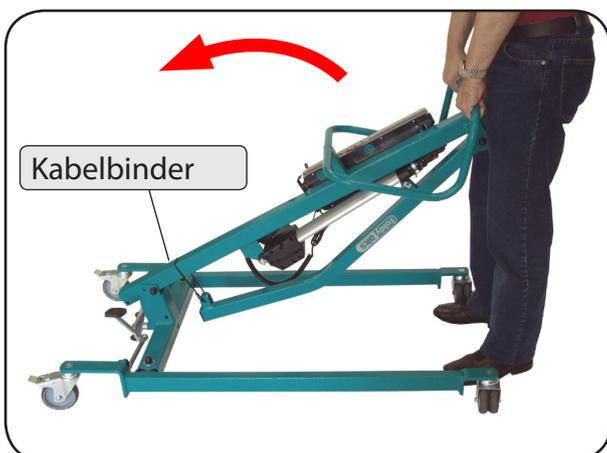

Abbildung 08
3. Richten Sie den Standmast auf (Abbildung 08) und sichern Sie ihn anschließend wieder mit dem Bolzen und dem Klappsplint (Abbildung 09).
4. Entfernen Sie den Kabelbinder, der als Transportsicherung den Hebearm und den Standmast zusammenhält (Abbildung 08).